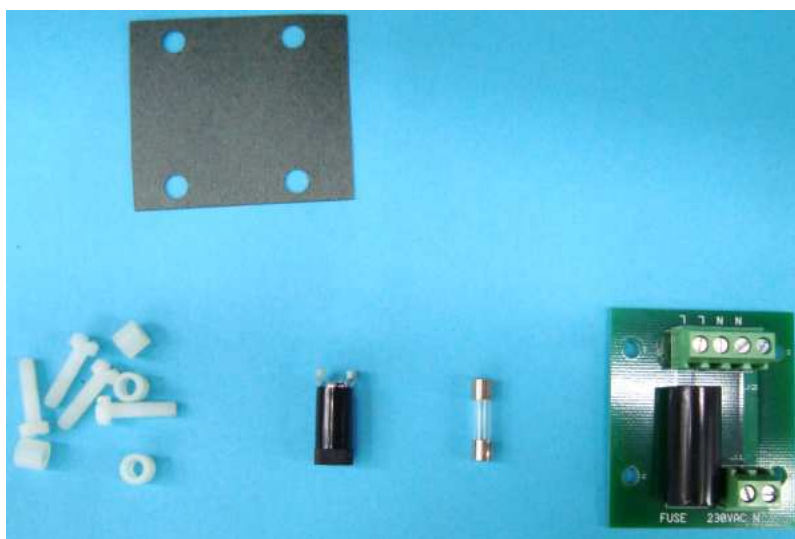

Рис. 7.19
7.7.2. Вставить предохранитель в съемную часть держателя предохранителя, установить ее в корпус держателя и повернуть по часовой стрелке до упора. Комплект установочных деталей платы предохранителя представлен на рис. 7.19.